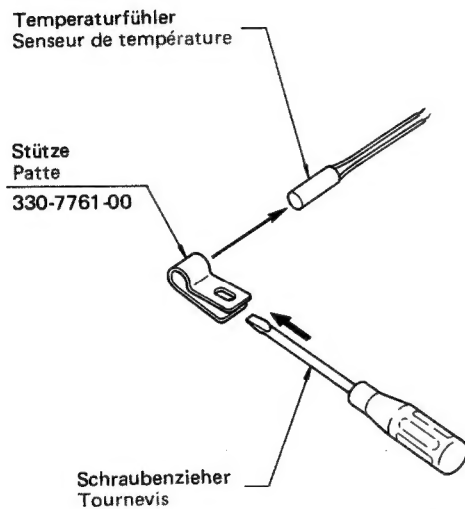

Abb. 5
1. Lösen Sie das feste Teilstück der Stütze (300-7761-00) des Temperaturfühlers mit einem Schraubenzieher, oder ähnlichem Werkzeug, und bringen Sie den Temperaturfühler an. (Siehe Abb. 5.)